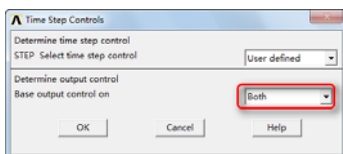

图 9-80 “Time Step Controls”对话框
⑥依次选择 Main Menu→Solution→FLOTTRAN Set Up→Execution Ctrl, 会弹出“Time Step Controls”对话框, 如图 9-80 所示, 在“STEP Select time step control”后的选择列表选择“User defined”, 在“Base output control on”后的选择列表中选择“Both”。